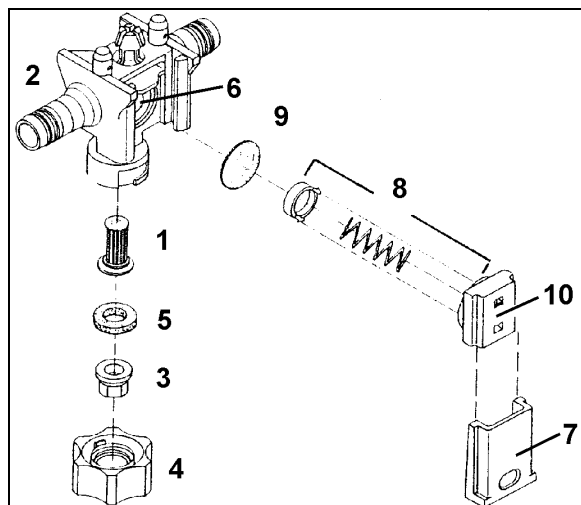

Fig. 128
1. Av og til må du kontrollere at spjeldet (Fig. 128/7) sitter godt. Det gjør du ved å trykke spjeldet så langt inn i dyseholderen (Fig. 128/2) som mulig, med et moderat trykk med tommelen. Spjeldet må aldri skyves inn til stoppeanordningen når det er nytt.
1. Dysefilteret (Fig. 128/1) monteres i dyseholderen (Fig. 128/2) nedenfra.
2. Dysen (Fig. 128/3) settes inn i bajonettmutteren (Fig. 128/4)
3. Legg inn en gummipakning (Fig. 128/5) over dysen.
Avleiringer i membransetet (Fig. 128/6) er årsaken til at dysen **drypper** når bommen er frakoblet. I så fall må membranene rengjøres på følgende måte:
1. Spjeldet (Fig. 128/7) trekkes ut av dyseholderen (Fig. 128/2) i retning av bajonettmutteren.
2. Ta ut fjærelementet (Fig. 128/8) og membranen (Fig. 128/9).
3. Rengjør membransetet (Fig. 128/6).
Sørg for at fjærelementene monteres i riktig retning. Kantene på høyre og venstre side av huset til fjærelementet (Fig. 128/10) skal peke mot bomprofilen når elementet monteres.